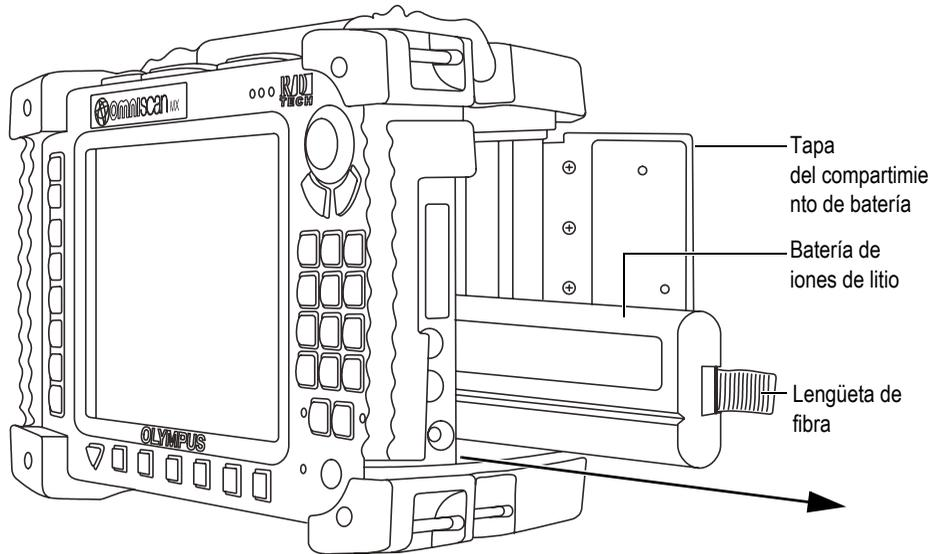

Figura 8-3 Reemplazo de la batería de iones de litio
2. Si existe una batería en el compartimiento, tire de su lengüeta de fibra para retirarla (vea la Figura 8-3 en la página 106).